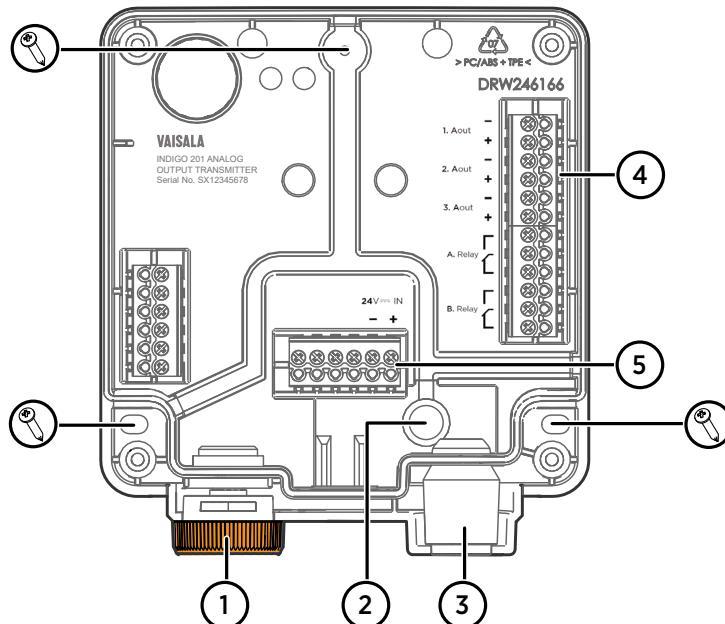

图 24 Indigo 201 数据处理单元基座主部件和安装螺钉位置
- 5. 将数据处理单元基座放置于安装表面上并用 3 颗螺钉将其固定。请参见 图 24 \(第 57 页\) 中的螺钉位置。